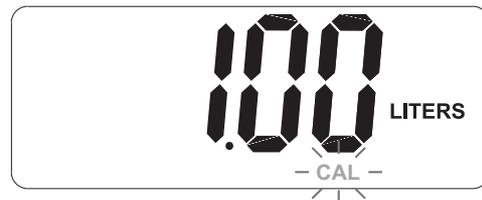

Fig. 12 Étalonnage terminé
- b. Maintenir enfoncée la touche TOTAL jusqu'à l'affichage de 1,00 (Fig. 12). Le nouvel étalonnage est terminé.